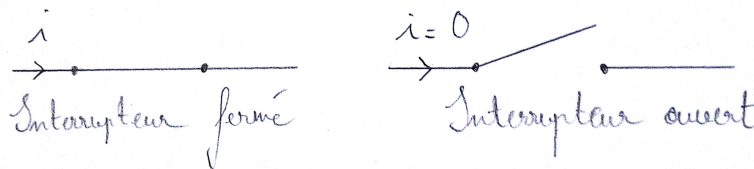

FIGURE 2 – Schématisation d'un interrupteur
- un **interrupteur**, fermé, il se comporte comme un fil conducteur, fermé, il ne laisse plus passer le courant. On le schématise de la manière représentée en figure 2.